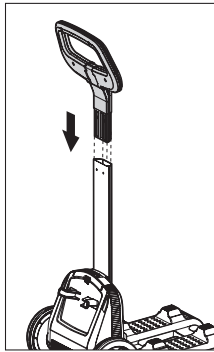

FIGURE 11
1. Insérez la poignée dans le support de la poignée. Voir **Figure 11**.